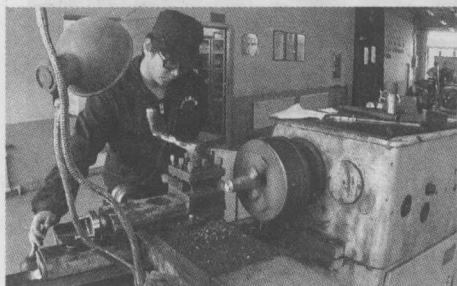

图 1-6 车削小轴
1) 车削工件时按该工序的操作要求穿戴好劳保用品,如安全帽、工作服、口罩、眼镜(车削加工,用砂轮修磨钻头、车刀、工件,防止切屑或飞溅物损伤眼睛),防止工作过程中出现压伤、划伤、烫伤等。车削加工时禁止戴手套,如图1-6所示。